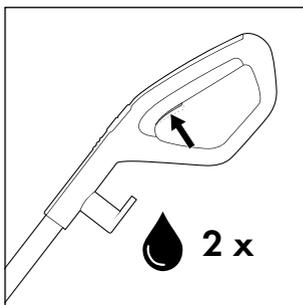
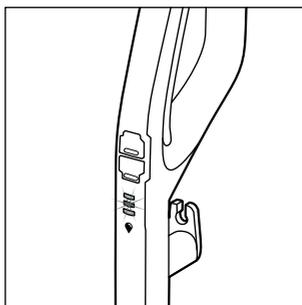

Fig. 18
Fig. 19
- ◆ Înainte de fiecare utilizare, apăsați de două ori scurt comutatorul pentru soluția de curățare **15** pentru a activa funcția de pulverizare permanentă și pentru a pregăti de utilizare rola perie **6** cu soluția de curățare (a se vedea fig. 18). Afișajul soluției de curățare  **12** clipește albastru alternativ atunci când funcția de pulverizare permanentă este activată sau când comutatorul pentru soluția de curățare **15** este ținut apăsat (a se vedea fig. 19).